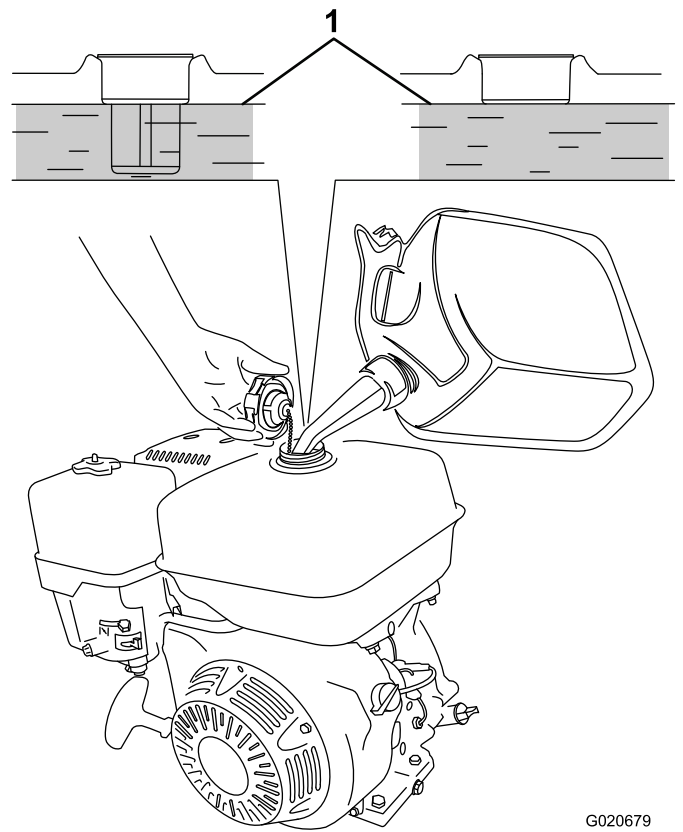

Figura 16
3. Añada gasolina sin plomo al depósito de combustible hasta que el nivel llegue al borde inferior del nivel máximo de combustible, según se muestra en Figura 16.